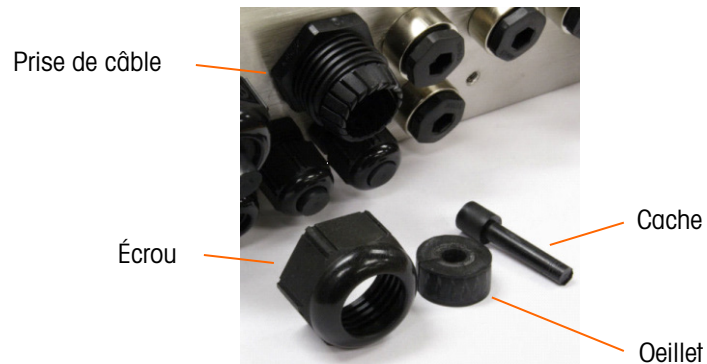

Figure 2-25 : Composants du presse-étoupe de câble
1. Démontez une prise de câble de la taille appropriée. La Figure 2-25 montre les composants, y compris le cache utilisé lorsqu'aucun câble n'est présent.